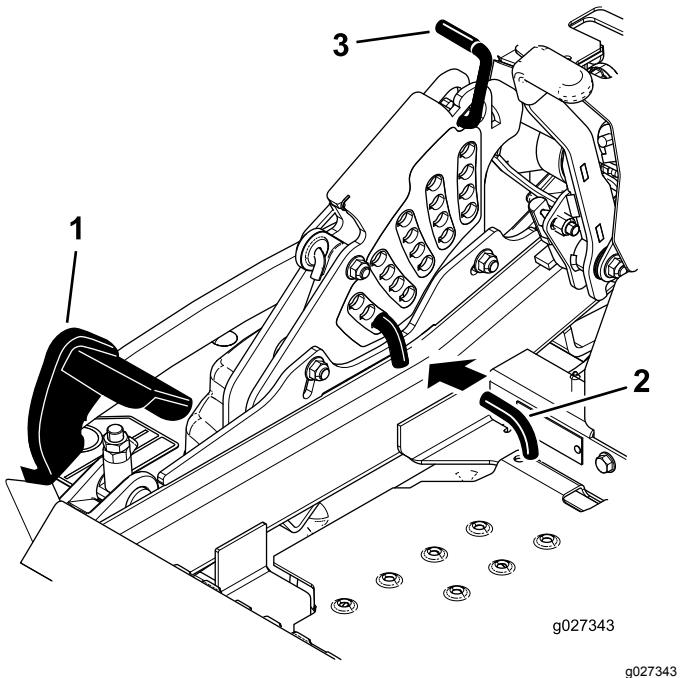

Figura 85
5. Empuje el pedal de elevación de la carcasa hacia delante del todo, hasta que la carcasa se enganche en la posición de transporte de 14 cm (5½") (Figura 85).